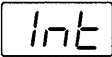

Fig. 9
A display as in Fig.9 will appear, and start to flash.
1. 【EDIT】 , 【START/STOP】 キーを同時に押しながら電源をいれると、ディスプレイには図9のように表示され、点滅します。